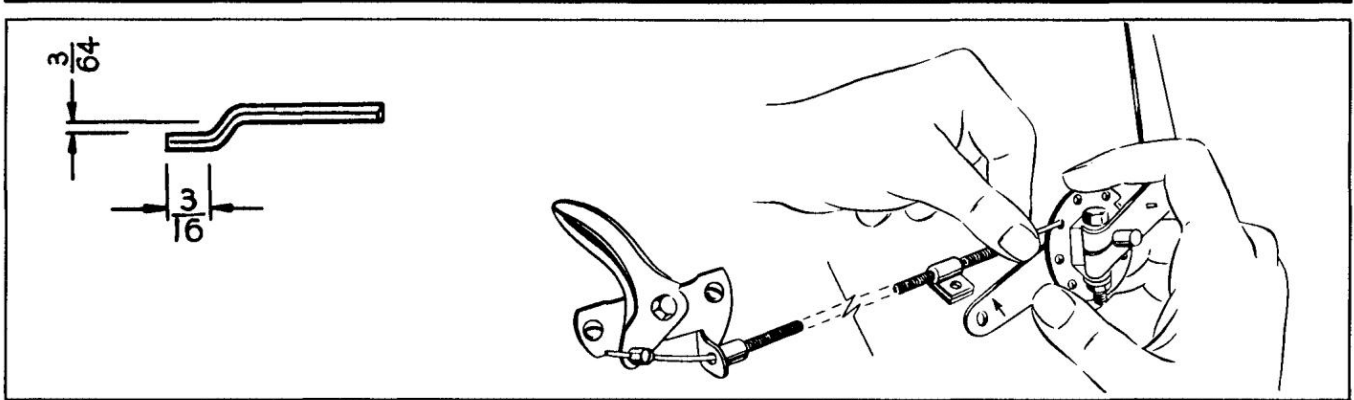

Figure 6-41. Installation de l'accélérateur.
Dans les applications où un papillon doit être connecté au moteur, connectez-le comme suit. Reportez-vous à la Figure 6-41.
1. Pliez l'extrémité du fil d'accélérateur comme indiqué sur la Figure 6-41.